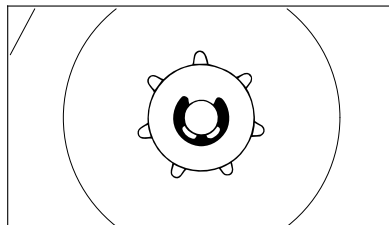

Рис. 60
- Звёздочку цепи вместе с сепаратором игольчатого шарикоподшипника снять с коленвала (рис. 60)